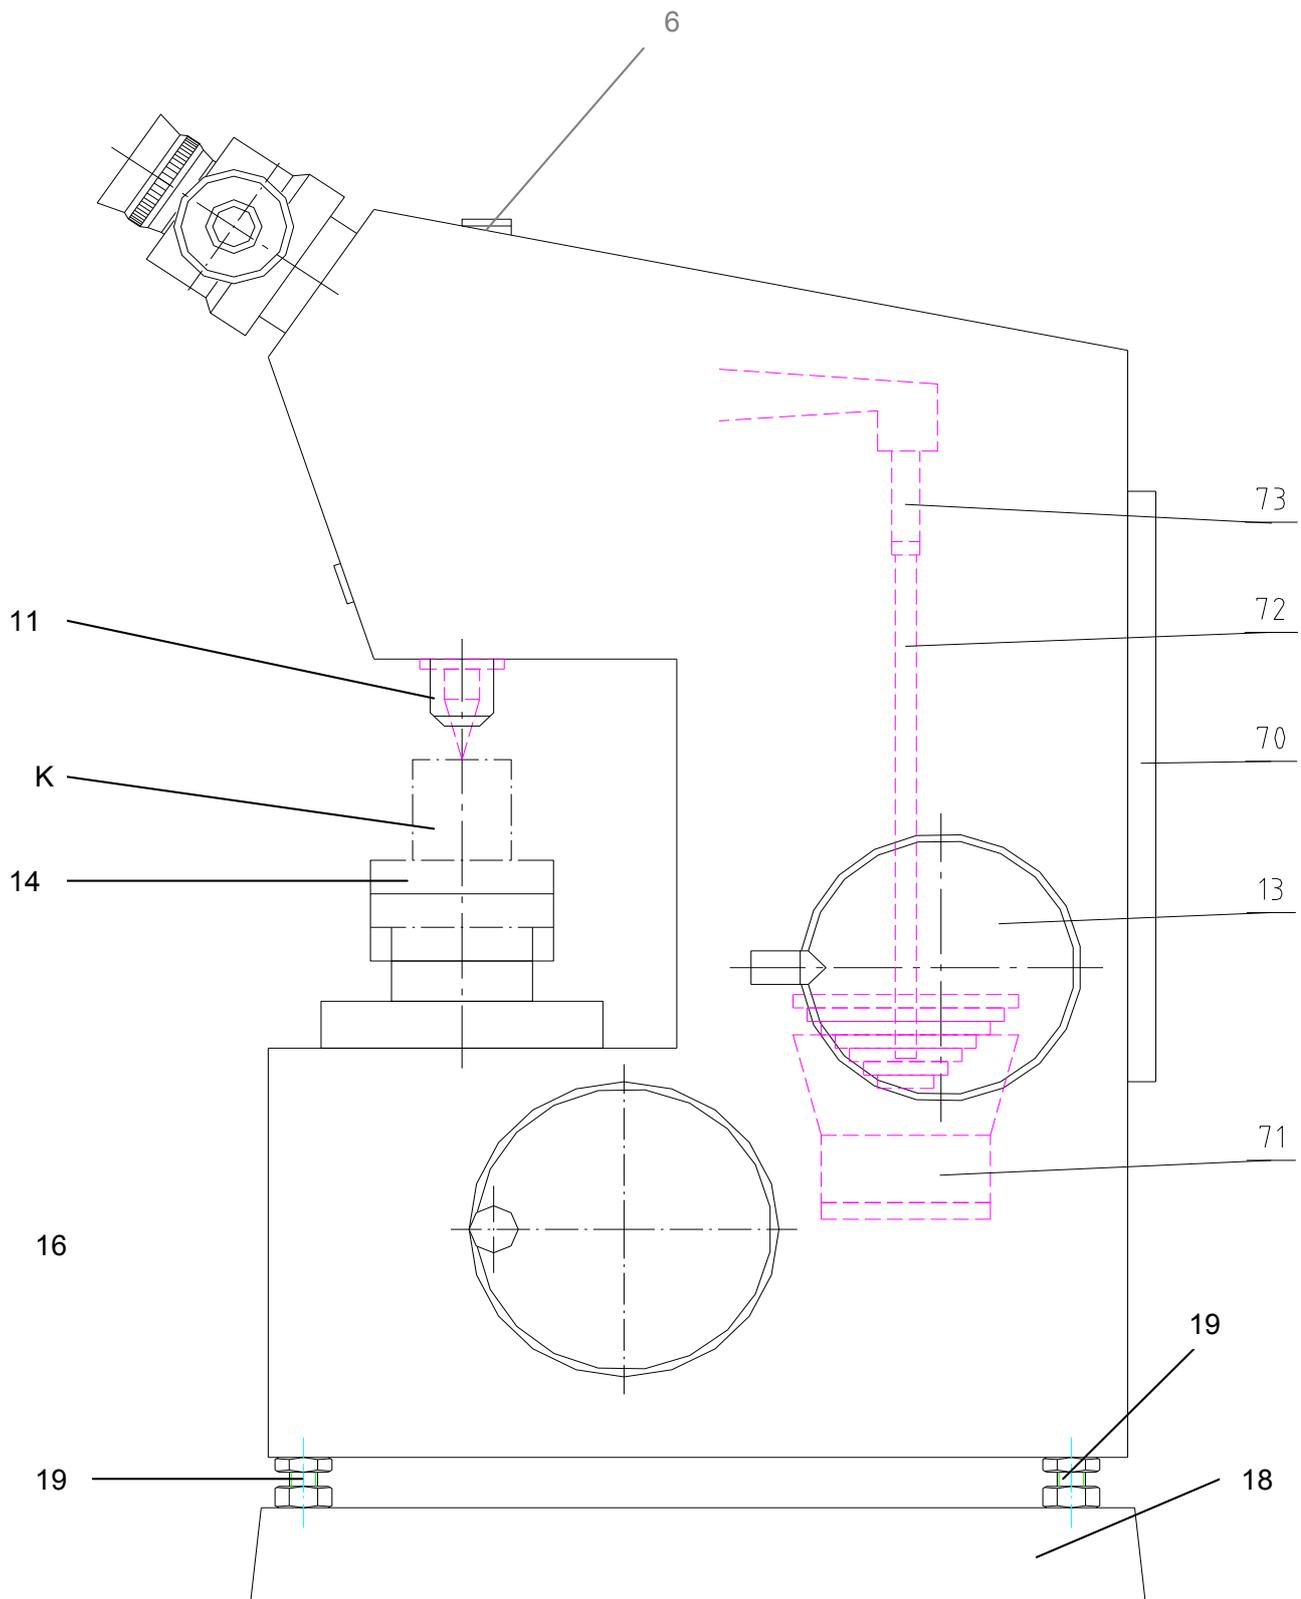

Fig. 10
Pour le transport, le diamant et l'arbre porte-pénétrateur sont bloqués, (Fig 10).
Pour suspendre les poids, dévisser tout d'abord le couvercle (70), (Fig.10). Au moyen du sélecteur de poids (13), amener le porte-poids (71) dans la position la plus basse et bien visser l'arbre porte-poids (72) avec les poids, dans la tringle trans-versale (73).
Le duromètre doit toujours être réglé d'après le niveau (6). L'ajustage a lieu au moyen de la vis de réglage (19) (Fig.10).